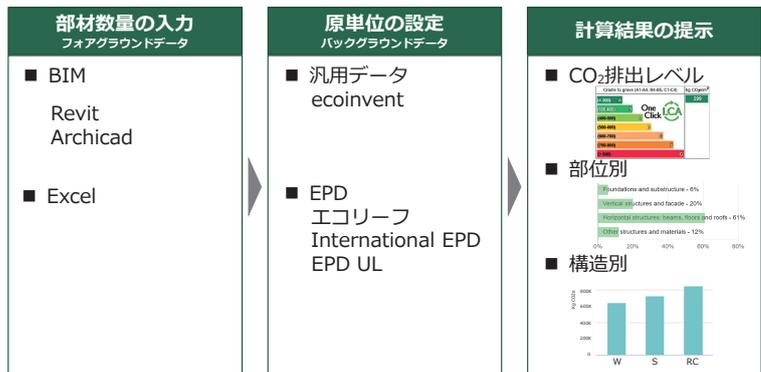

図2 One Click LCAの詳細算定機能の流れ
「詳細算定機能」は、建物に使用する資材名・資材数量を基に、CO₂排出量を精緻に算定することが可能である。算定の手順は非常にシンプルであり、①BIMやExcelを使用して建物の部材と数量を入力し、②ソフトウェア内で入力した資材データに環境負荷を表す原単位を紐づけ、③数量と原単位をかけ合わせることで建物全体の環境負荷を算出するという流れである（図2）。BIMに関しては、一部のBIMソフト限定ではあるものの、プラグインと呼ばれるアプリケーションを追加することで、そのままOne Click LCAと資材情報を連携させることが可能である。プラグインに対応していないBIMソフトの場合も、BIMのデータをExcel出力し一部加工することで、One Click LCAへのスムーズな取込みが可能となる。